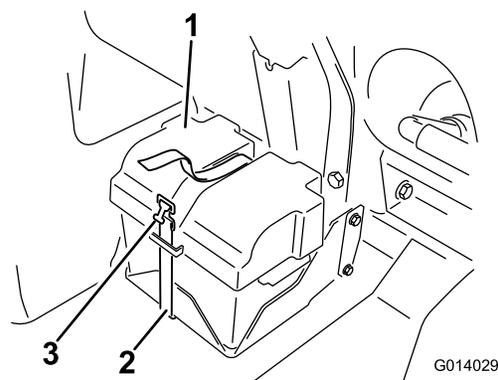

Figura 89
- Retire a cobertura da bateria e desligue o cabo negativo (preto) do borne da bateria (Figura 89).
4. Coloque a tampa da bateria e fixe-a com a cinta que retirou anteriormente (Figura 89).